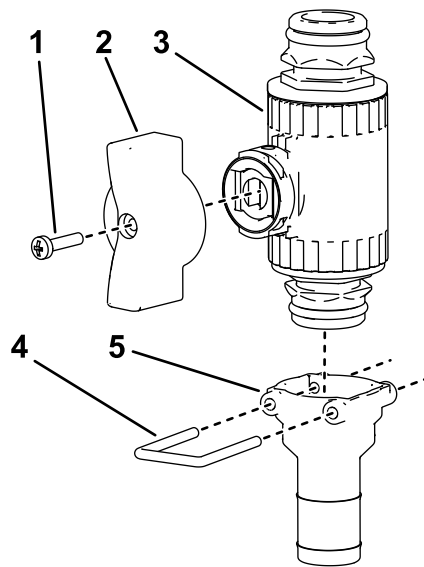

图 31
12. 使用卡环将直通接头组装至另一直通控制阀如图 31 所示。